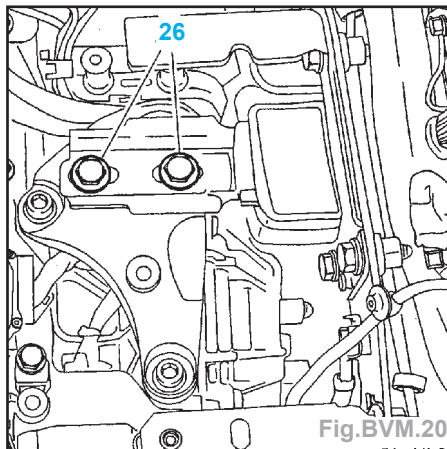

Fig.BVM.20
- les 2 vis (23),
- la vis (24),
- les 2 vis (25).
- Déposer (Fig.BVM.20) :